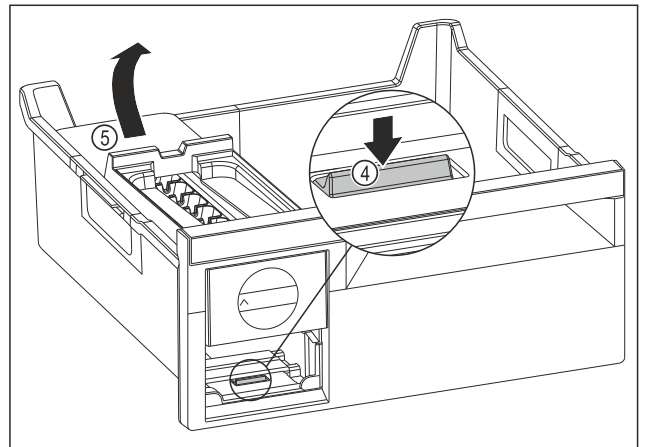

Fig. 112
- ▶ EasyTwist-Ice-rungon poistaminen: Paina kieleke Fig. 112 (4) sormella alas ja nosta samanaikaisesti toisella kädellä EasyTwist-Ice-runko Fig. 112 (5) takaa ylöspäin.